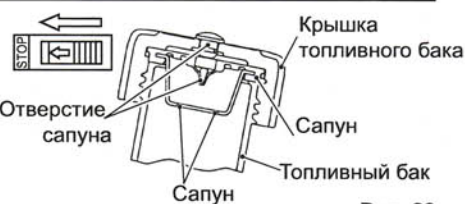

Рис. 29
3. Обслуживание топливного бака (Рис. 29)